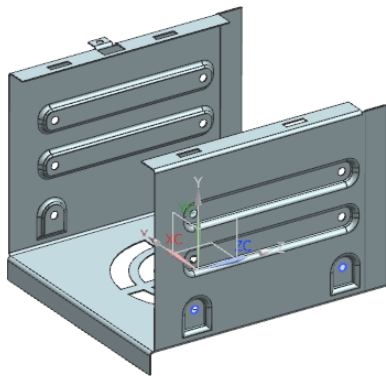

图 7-146 创建弯边特征
(4) 在“弯边”对话框中，单击按钮，创建弯边特征 1，如图 7-146 所示。